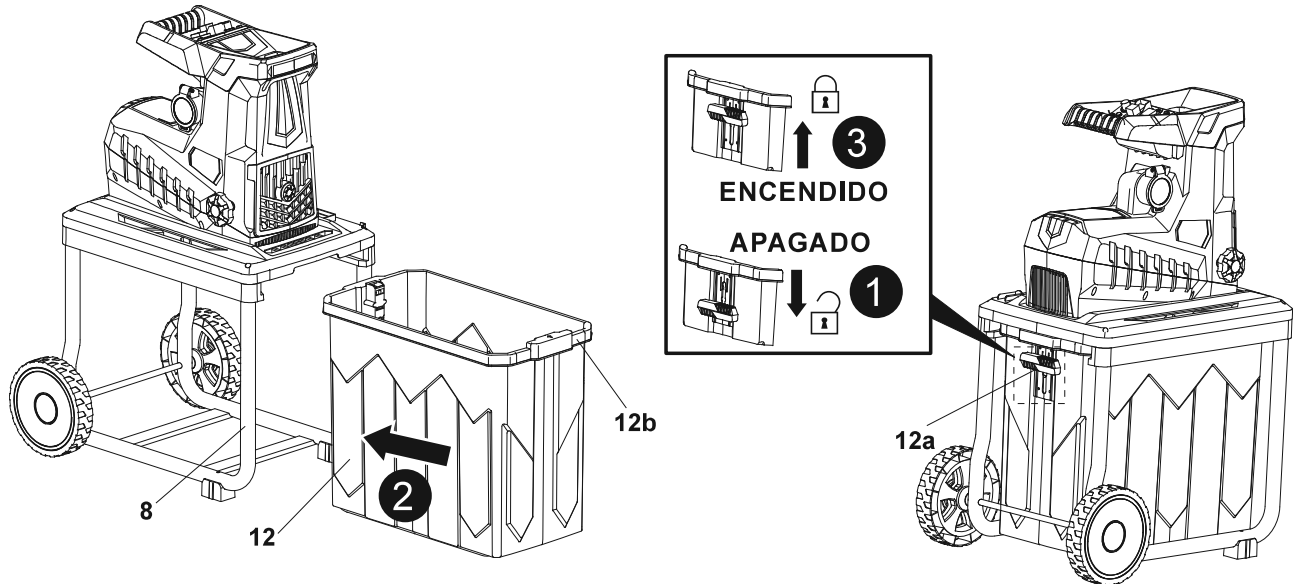

Fig. 5
1. Pulse a fondo hacia abajo el interruptor de enclavamiento (12a) hasta la posición "OFF" (Fig. 5, paso 1).
2. Sujete el agarre integrado (12b) e inserte el recogedor (12) en el bastidor (8) y deslícelo a fondo hasta el tope (Fig. 5, paso 2).
3. Levante totalmente el interruptor de enclavamiento (12a) hasta la posición "ON" para asegurar el recogedor (12) en su sitio (Fig. 5, paso 3).